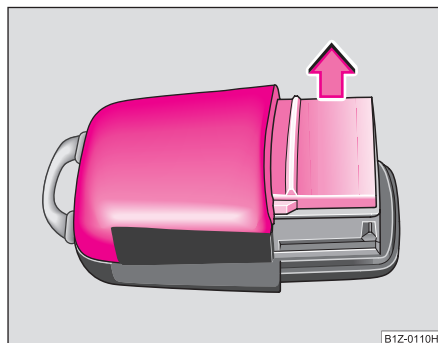

Fig. 25 Tapa de la carcasa del emisor
- Retire la tapa de la carcasa de la emisora ⇒ fig. 25 en la dirección de la flecha.